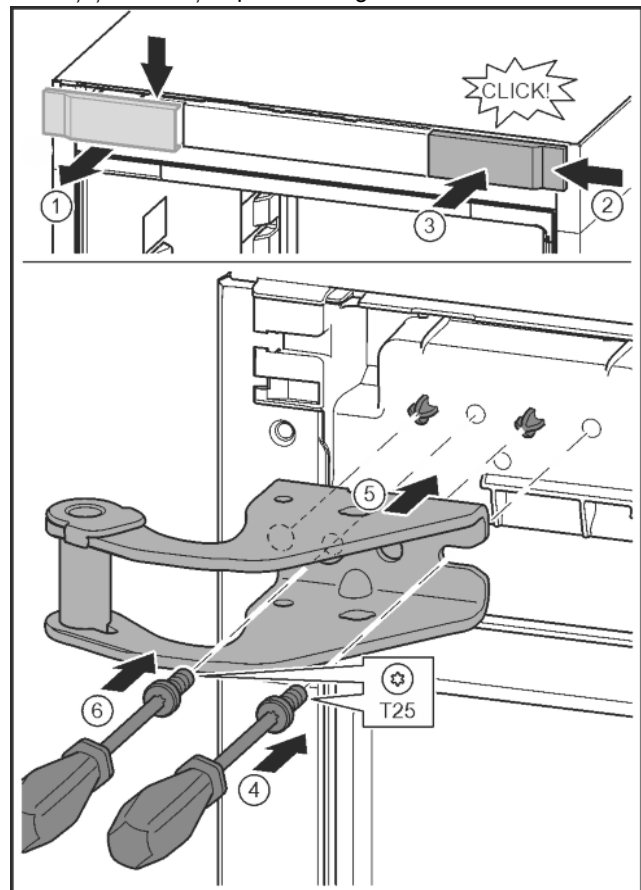

Fig. 14
- Desprindeți capacul și scoateți-l în lateral. *Fig. 14 (1)*
- Acroșați pe cealaltă parte din dreapta capacul rotit cu 180°. *Fig. 14 (2)*
- Fixați capacul în poziție. *Fig. 14 (3)*
- Aplicați șurubul cu șurubelnița T25. *Fig. 14 (4)*
- Aplicați suportul de lagăr superior. *Fig. 14 (5)*
- Înșurubați ferm șurubul. *Fig. 14 (4)*
- Introduceți șurubul cu șurubelnița T25 și înșurubați ferm. *Fig. 14 (6)*